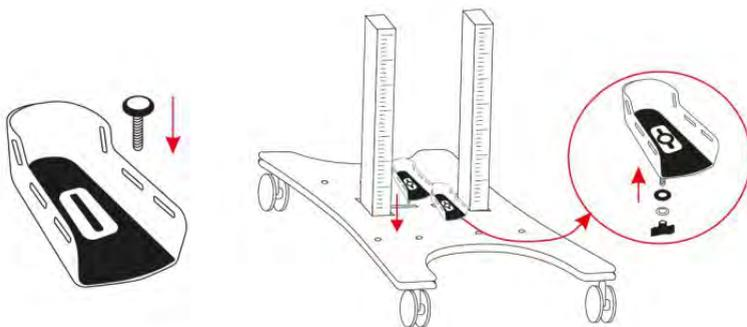

FIG. 3
PASO 3: Montar los pies en la plataforma - fig. 3.